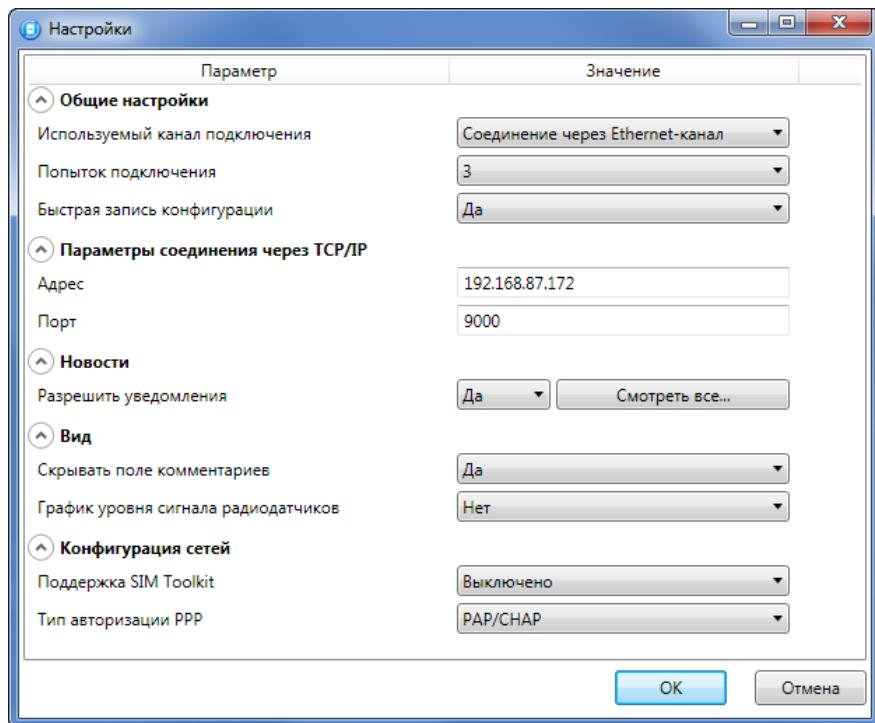

Рис. 6.3. Окно Настройки
- 2) В раскрывающемся списке *Используемый канал подключения* вариант *Соединение через Ethernet-канал* и укажите количество попыток подключения (Рис. 6.3).